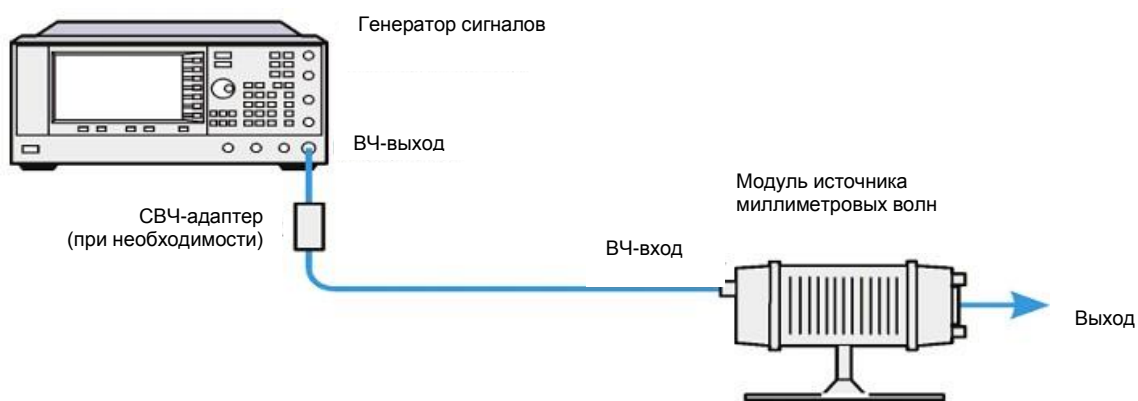

Рисунок 12-24. Установка с генераторами E8267D либо E8257D с опциями 1EA, 1EU или 521
- Генераторы E8257D с опциями 1EA, 1EU или 521 либо генераторы E8267D – Рисунок 12-24